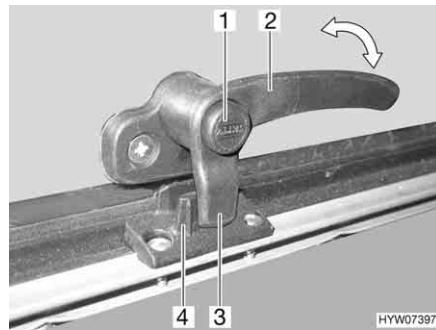

Fig. 65 Leva di serraggio in posizione "Chiuso"
- Premere il bottone di sicurezza (Fig. 65,1) e mantenerlo premuto.
- Ruotare la leva di serraggio (Fig. 65,2) di un quarto di giro verso il centro della finestra.
- Ruotare la leva di serraggio (Fig. 65,2) di un quarto di giro verso il telaio della finestra. Il nasello di chiusura (Fig. 65,3) della leva di serraggio si trova completamente sul lato interno della chiusura della finestra (Fig. 65,4).
- In posizione "Completamente chiusa" (Fig. 65)